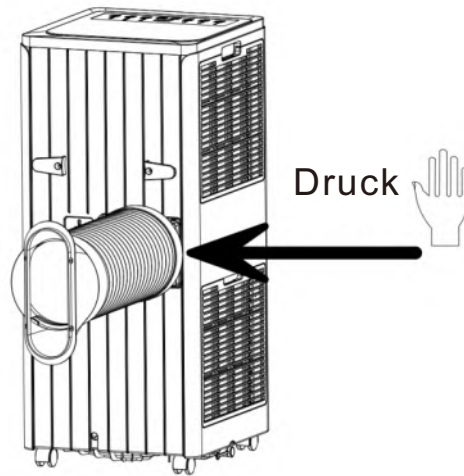

Abbildung 1
1.1 Installieren Sie die Wärmerohrbaugruppe (wie in Abb. 1 dargestellt).
- 2) Führen Sie die Wärmerohrbaugruppe (das Ende der Auslassverbindung) in den Lüftungsschlitz der Rückwand ein (nach links drücken) und schließen Sie die Montage ab (siehe Abbildung 1).